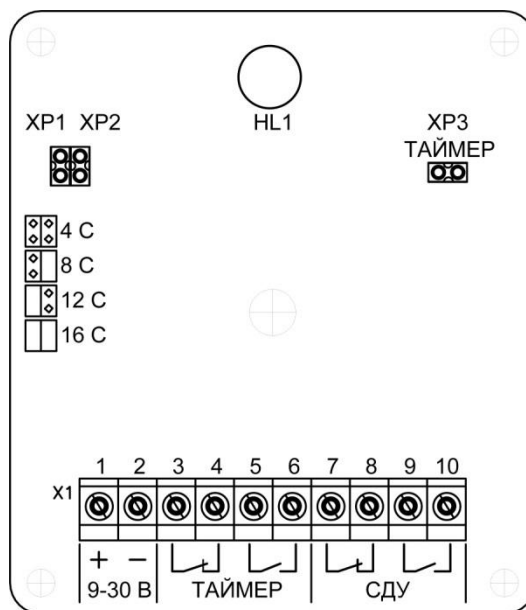

Рисунок 4 - Печатная плата модуля УУ с устройством задержки с расположением клемм и перемычек
- подключить УУ к внешним приборам (рисунок 4) к контактам 3-4 или 5-6 клеммника (в зависимости от проекта);
– подключить УУ к внешним приборам (рисунок 4) к контактам 7-8 или 9-10 клемника (в зависимости от проекта), **при этом питание на плату подавать не нужно!**